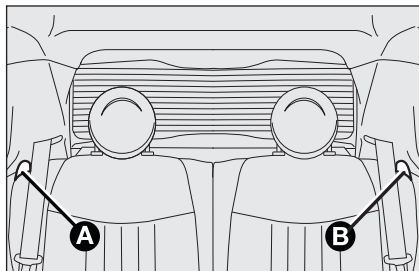

fig. 49
- ☐ agire sulle levette **A** o **B**-fig. 49 per sbloccare rispettivamente la porzione sinistra o destra dello schienale e accompagnare lo schienale sul cuscino.
- ☐ agire sulle levette **A** e **B**-fig. 49 per sbloccare gli schienali e accompagnarli sul cuscino.